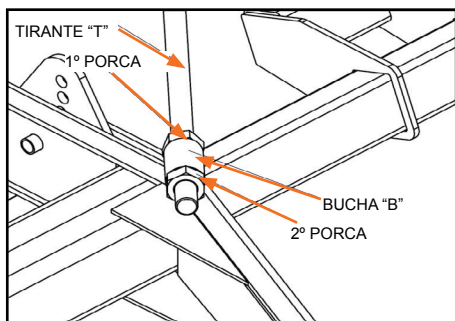

Figura 26
f) Encoste a primeira porca contra a bucha "B", do cabeçalho e coloque a segunda porca no tirante "T" até encostar na outra extremidade da bucha e aperte fixando firmemente o tirante "T", nos dois lados do cabeçalho (Figura 26).